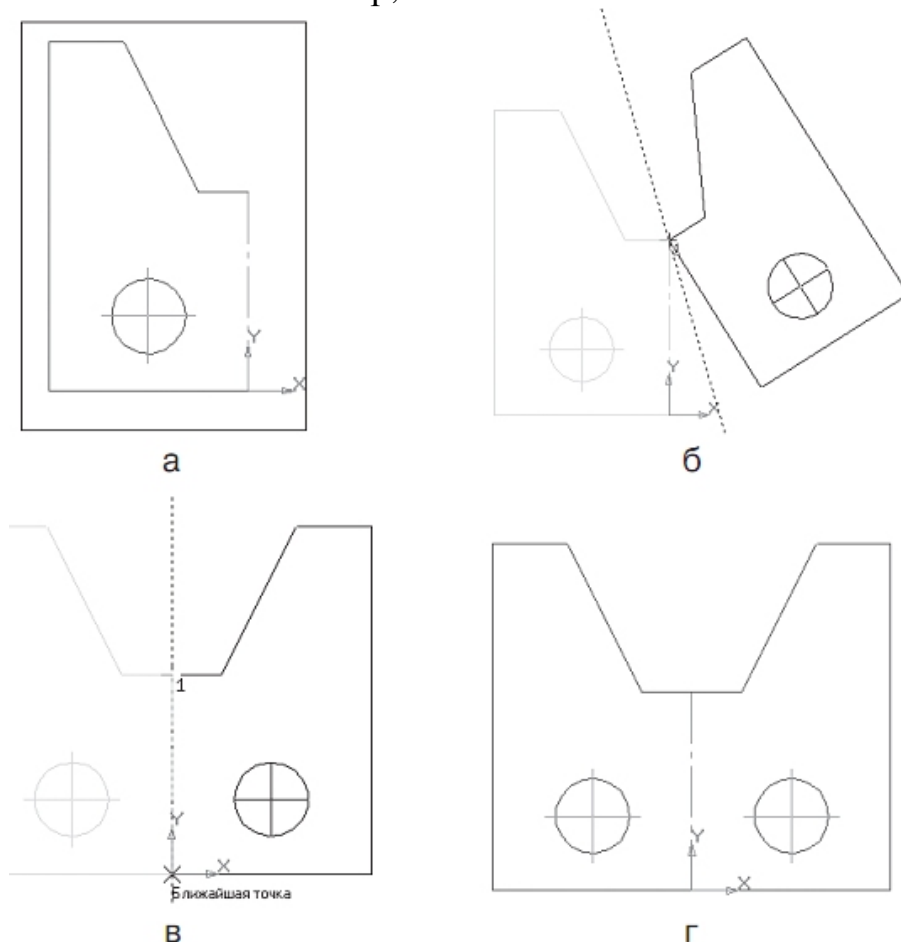

Рис. 2.23. Побудова другої половини деталі.
- для побудови повного зображення деталі на Компактній панелі виберіть кнопку перемикавання – Виділення, команда – Виділити рамкою. Обведіть рамкою побудоване зображення (рис. 2.23, а). Виділений об'єкт змінить колір;
- вкажіть першу точку на осі симетрії (рис. 2.23, б);
- вкажіть другу точку на осі симетрії (рис. 2.23, в);
- зніміть виділення клацанням ЛКМ по екрану (рис. 2.23, г).